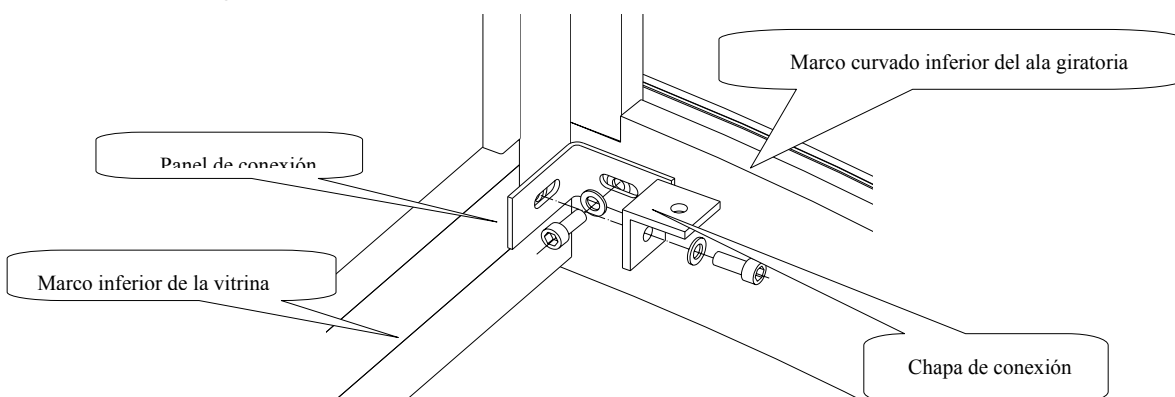

Figura 17-4
17.4 Conecte el marco inferior de la vitrina y el marco curvado inferior del ala giratoria con el panel de conexión de la vitrina y el ala giratoria y fije la chapa de conexión de la vitrina en el marco inferior con 2 juegos de tornillos con hexágono interior M8×22 y espaciadores. Para ver el método de instalación, consulte la Figura 17-4.